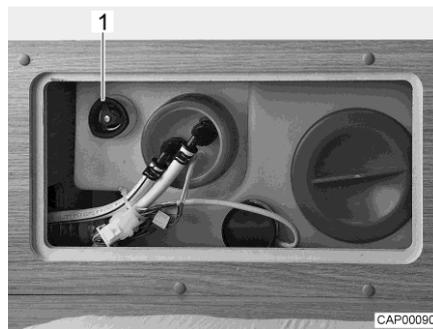

Fig. 99 Serbatoio dell'acqua con maniglia girevole
- Sul serbatoio dell'acqua ruotare la maniglia girevole (Fig. 99,1) in senso antiorario, oltre la resistenza verso l'esterno fino all'arresto, per aprire completamente l'apertura di scarico.